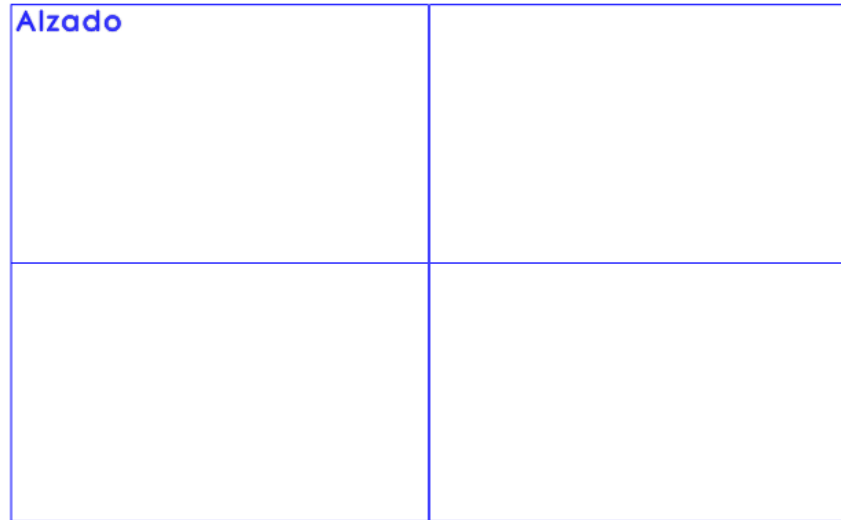

Ilustración 38
Paso 1: Se selecciona el plano por el cual se quiere diseñar el perfil de la figura, en este caso se usara **Alzado** (Ver ilustración 38).